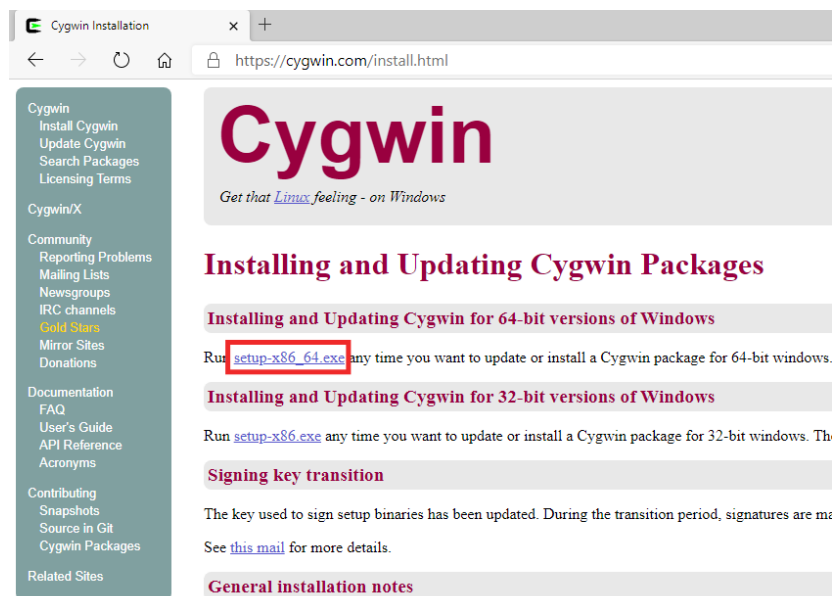

图101. Cygwin安装网页
1. 导航至安装网页（<https://cygwin.com/install.html>），然后下载名为`setup-x86_64.exe`的安装文件（图101）。